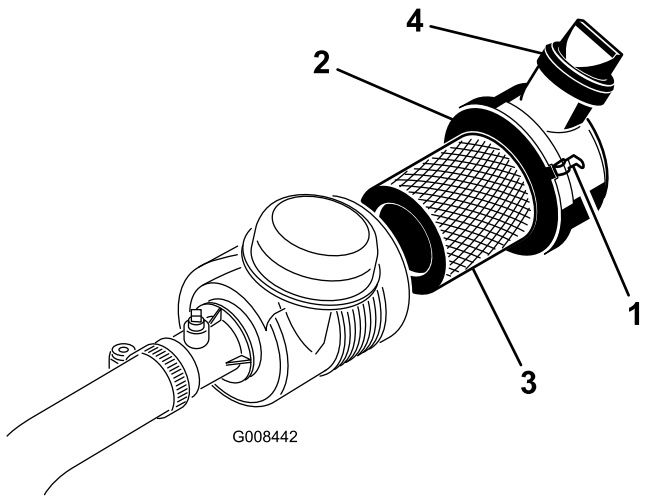

図 31
- エアクリーナのカバーをボディーに固定しているラッチを外す(図 31)。
- カバーとボディがラッチで確実に固定されていることを確認する(図 31)。